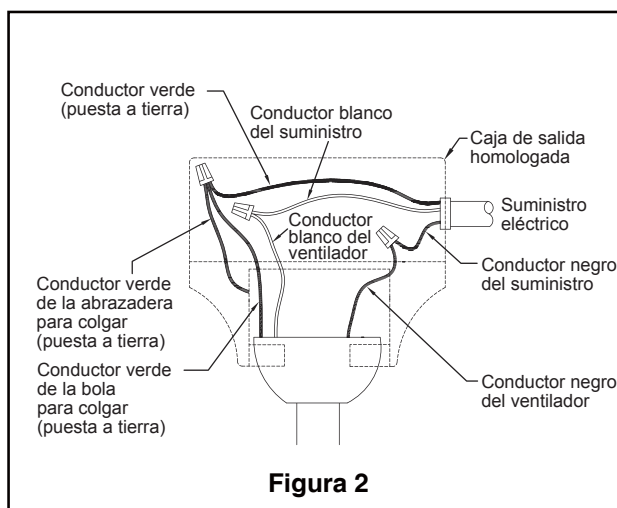

Figura 2
1. Conecte el conductor verde con conexión a tierra de la bola para colgar y el conductor verde con conexión a tierra de la abrazadera para colgar al conductor de suministro con conexión a tierra (posiblemente un conductor desnudo o un cable con aislante verde). Conecte los cables a los conectores provistos de forma segura. Conecte el conductor blanco del motor del ventilador al conductor blanco (neutro) mediante el conector provisto de forma segura. Conecte el conductor negro del motor del ventilador y el conector azul al conducto negro mediante el conector provisto de forma segura. (Figura 2)
2. Coloque y ajuste firmemente la cubierta para el tornillo de la base sobre los tornillos de reborde de la abrazadera para colgar mediante el mecanismo de seguro por giro del chavetero. (Figura 2)